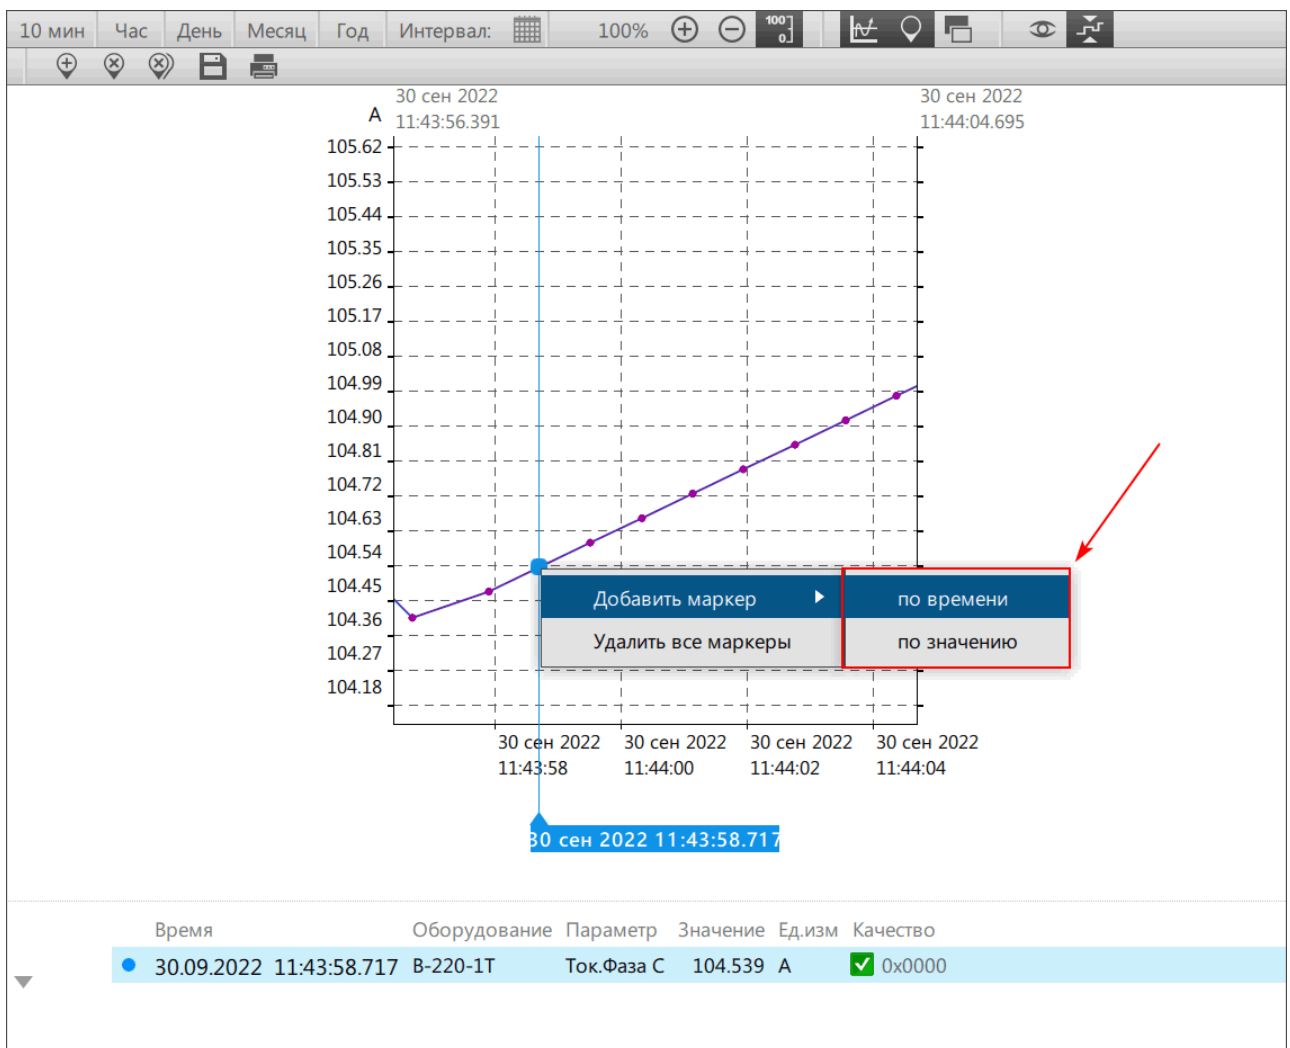

Рисунок 95 - Добавить маркер
3. Выберите **Добавить маркер** → по времени / по значению (Рисунок 95).